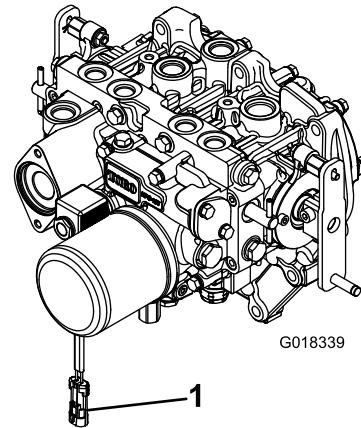

Figura 3
2. Desconecte el conector del arnés de cables del conector de la bobina del solenoide de la toma de fuerza (Figura 3).
8. Después de conectar el otro extremo del árbol al eje de la caja de engranajes del accesorio, conecte el conector del arnés de cables al conector de la bobina de la válvula del solenoide de la toma de fuerza (Figura 3).